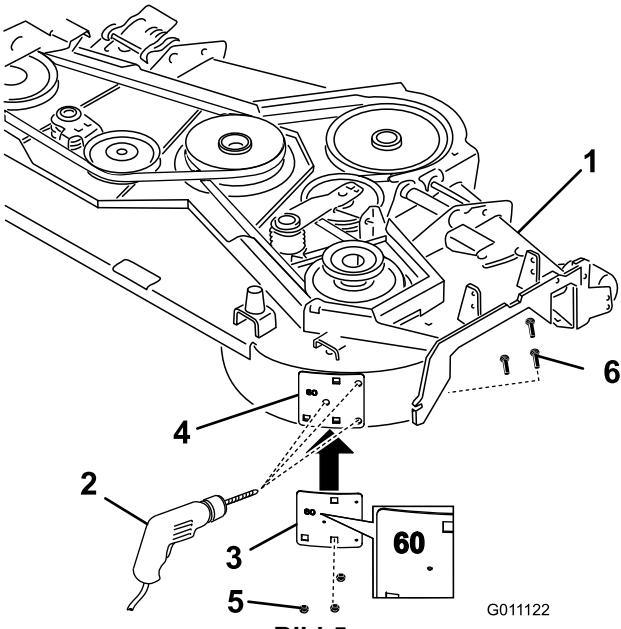

Bild 5
1. Befestigen Sie die Metallschablone (auf der die Zahl 60 steht) mit den vorher entfernten Schlossschrauben und Muttern in den vorhandenen Löchern im Mähwerk (Bild 5).
2. Stechen Sie die neuen Mähwerklöcher mit den drei Löchern in der Schablone aus (Bild 5).
3. Entfernen Sie die Metallschablone und bohren mit einem scharfen Bohrer drei Testlöcher (mit einem Durchmesser von 0,3 cm) (Bild 5).
4. Bohren Sie drei Löcher in die Testlöcher (Durchmesser 13/32 Zoll) mit einem scharfen Bohrer (Bild 5).